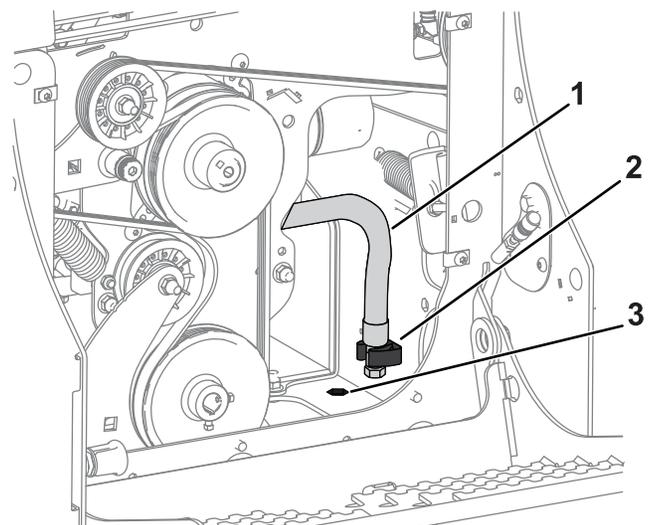

Figure 30
3. Localisez le flexible d'huile moteur qui est fixé en position de rangement (Figure 30).